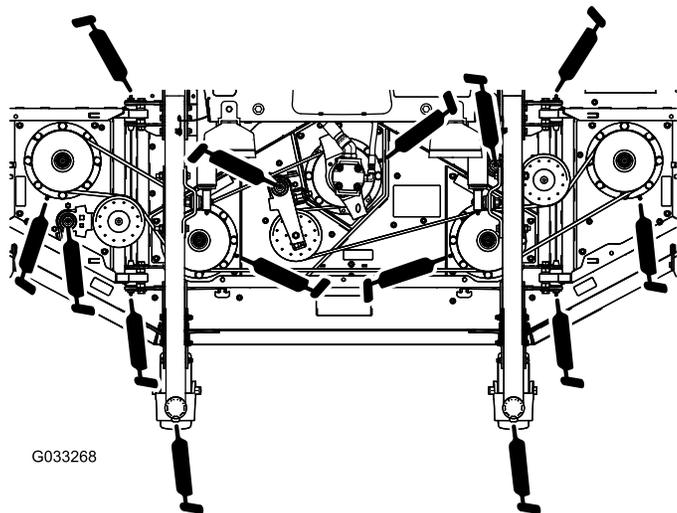

図 80
- キャスタフォークのシャフトのベアリング2ヶ所 図 80
- スピンドルシャフトのベアリング5ヶ所スピンドルハウジング 図 80
- アイドラームのピボットのブッシュ3ヶ所アイドラピボットのシャフト 図 80
- ウイングレットデッキのブッシュ4ヶ所ウイングレットのピボットピン 図 80